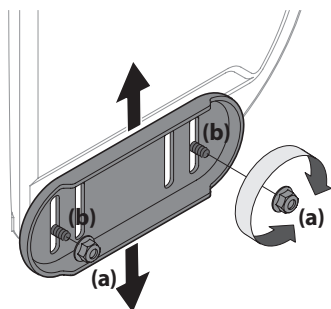

Figura 2-38
1. Afloje las cuatro tuercas hexagonales (a) (dos en cada lado) y los pernos del carro (b). Mueva las zapatillas antideslizantes a la posición deseada. Consulte Figura 2-38.
NOTA: Las zapatillas antideslizantes de su unidad pueden verse ligeramente diferentes (y tener hardware diferente) que los que se muestran en la Figura 2-38.